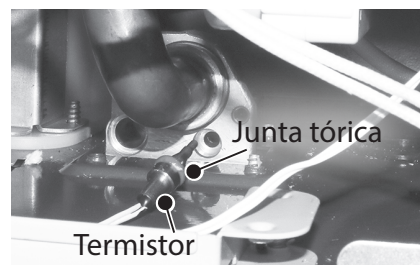

Figura 192 - Instalación de la junta tórica en el termistor
- 22** Ubique la nueva junta tórica pequeña (3.8 x 1.9) que se incluye con el kit. Coloque la junta tórica sobre el termistor e instálelo en la base de conjunto de salida. Consulte la Figura 192.